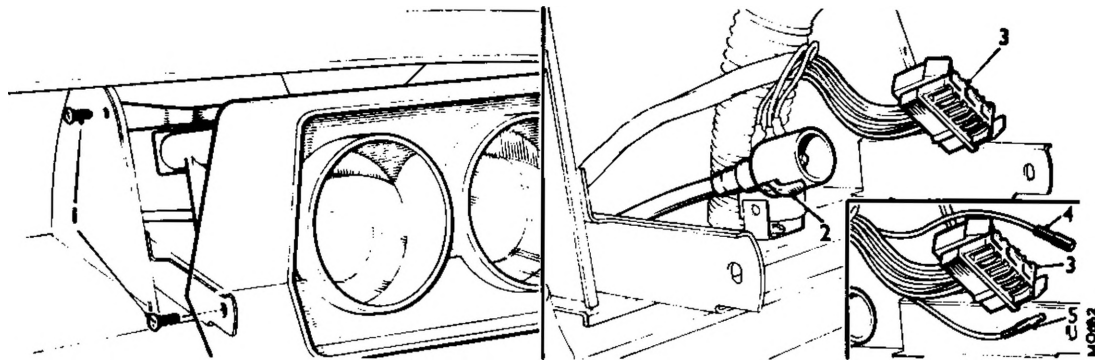

Fig. Nb.1
- (1) Scollegare il cavo di massa della batteria (NEGATIVO).
- (2) Rimuovere la bocchetta di ventilazione situata vicino al quadro (Ved. la Sez. Rb.4).
- (3) Spicciare la parte della guarnizione del contorno vano porta che blocca la finitura del rivestimento della plancia e rimuovere la finitura sfilandola da dietro il quadro.
- (4) Distaccare la finitura situata dal lato opposto del quadro senza però rimuoverla. Le viti di fissaggio del quadro sono ora accessibili (Ved. la figura Nb.1).
- (5) Rimuovere le quattro viti (1) ed estrarre parzialmente il quadro dal vano della plancia; premere la leva (2) di sbloccaggio del cavo del contachilometri e scollegare il detto dallo strumento; scollegare il blocchetto di collegamento (3) da dietro il quadro e rimuovere l'assieme (Fig. Nb.1) 1275 GT - Oltre alle operazioni di cui sopra, scollegare anche le connessioni del contagiri (4 e 5, Fig. Nb.1)